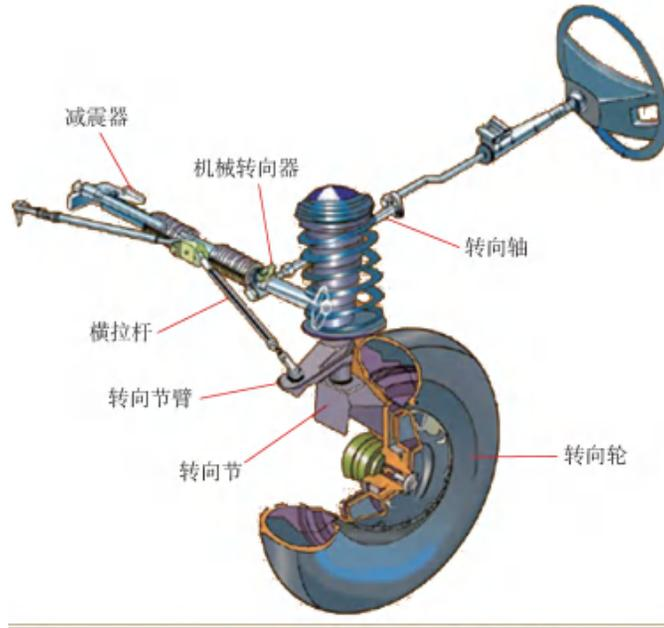

图 3-1-2 机械转向系统
- (1) 机械转向系统：以驾驶员的体力（手力）作为转向能源的转向系统，其中所有传力件都是机械的，如图 3-1-2 所示。